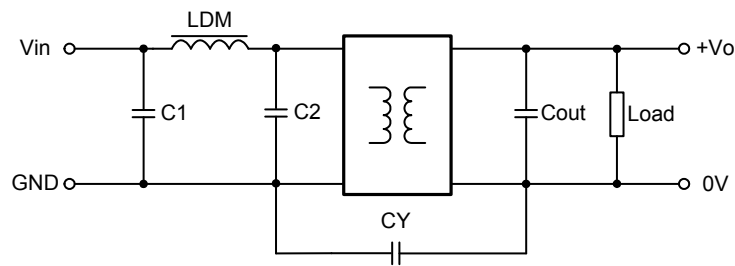

图 2 EMC 推荐电路图
辐射骚扰	CISPR32/EN55032 CLASS A（裸机）/ CLASS B（推荐电路见图 2）
*P0524FKS-1W 只满足 CLASS B（推荐电路见图 2）